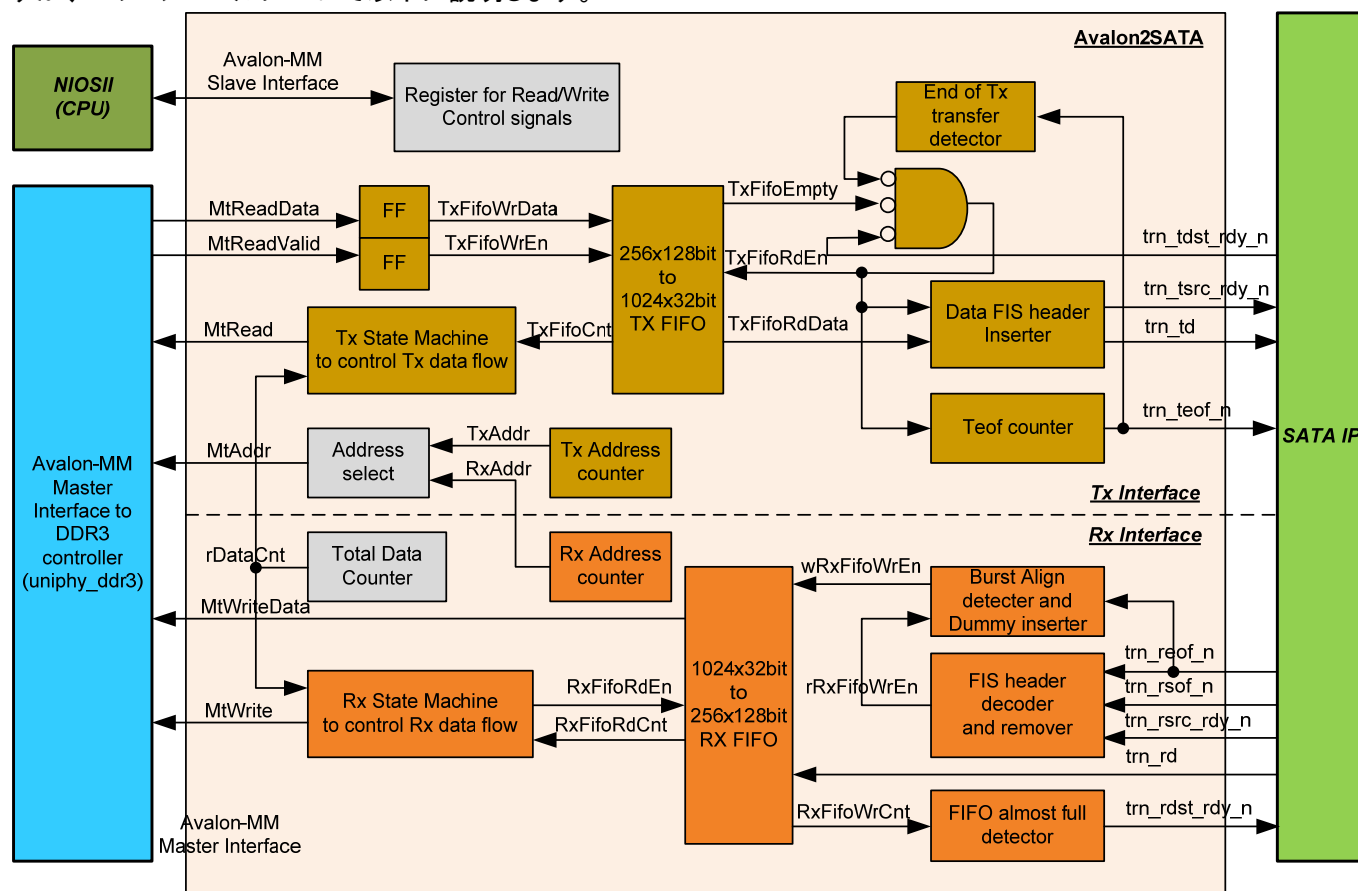

図 2-2 Avalon2SATA によるトランスポート・レイヤのブロック図
本リファレンス・デザインにてトランスポート・レイヤは下図 2-2 に示すように Avalon2SATA モジュールで構築されますが、このモジュールについて以下に説明します。
本デザインのトランスポート・レイヤは一般的な SATA コントローラと同様、CPU が DDR3/DDR4 のメイン・メモリ上に FIS データを構築してから下位レイヤ内の DMA に対して転送開始信号を出力します。データ転送を DMA によって実行するため、Avalon2SATA モジュールには図 2-2 左下側に示す Avalon-MM マスター・インターフェイスを実装します。一方 NiosII による CPU とは図 2-2 左上側の Avalon-MM スレーブ・インターフェイスで接続します。Avalon-MM マスター・インターフェイスは高い転送パフォーマンスを維持するために 512 バイトの固定サイズにて設計されています。バス幅は DDR コンポーネントに依存するため評価キットのプラットフォームによって異なります。リファレンス・デザインのデータ・バスは 512 バイト単位での転送を実行するため、①8 ビートの 512 ビット幅データ・バス、②16 ビートの 256 ビット幅データ・バス、③32 ビートの 128 ビット幅データ・バス、の 3 種類の実装スタイルがあります。